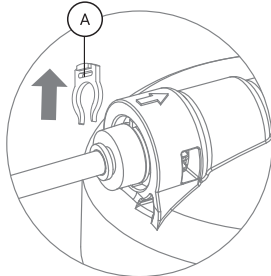

Рис. 25
1. Удалите стопорную клипсу (А) (рис. 25).